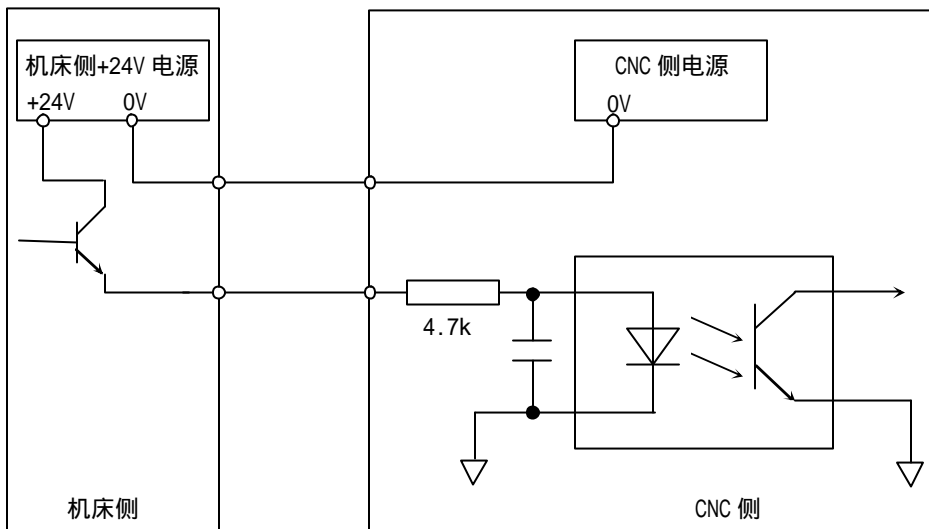

图 4.1.2a
(1) 机床侧的触点应满足下列条件：
(2) 此类信号的信号回路如图 4.1.2a 或 4.1.2b 所示。